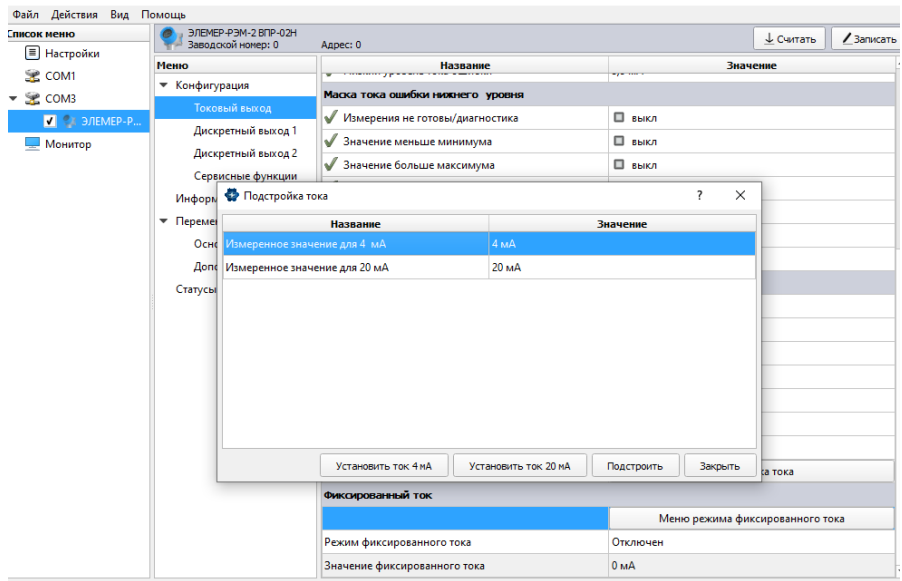

Рисунок 2.23 – Окно «Подстройка»
2.7.6.4 Окно «Подстройка тока» (рисунок 2.23) предназначено для выполнения процедуры подстройки нижнего и верхнего предела унифицированного выходного сигнала силы постоянного тока.